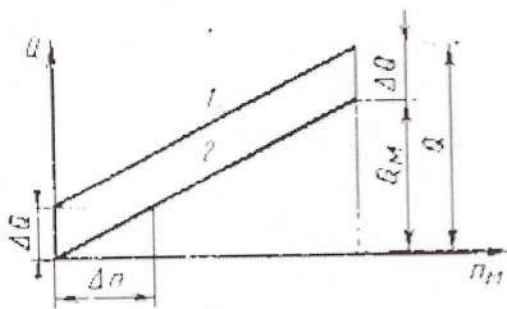

Рис. 1
Вопрос №136 Укажите на рис. 1 и рис. 2 скоростную и механическую характеристики?
- а) Рис. 2 рис. 1 прямая 1.
- б) Рис. 2 рис. 1 прямая 2.